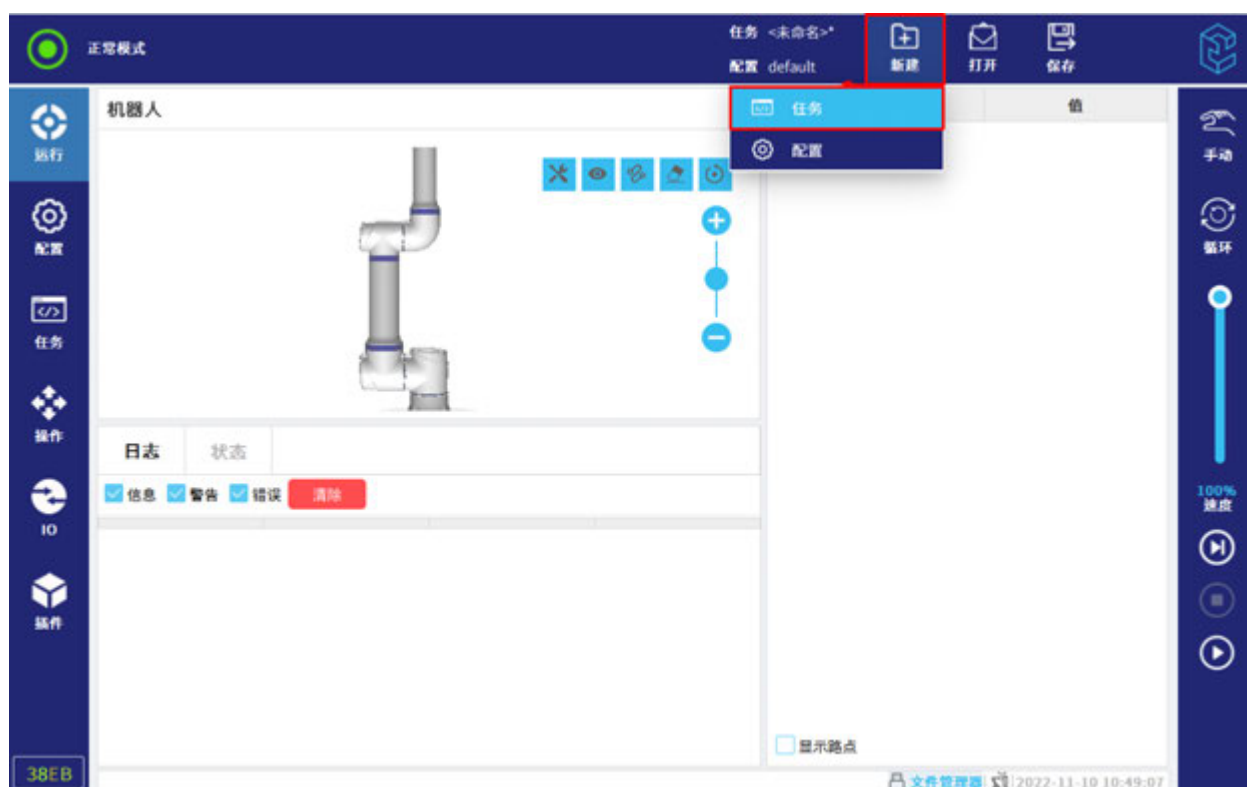

図 8-4 タスクの新規作成
1. タスクと構成マネージャに、「新規作成」をクリックして、「タスク」を選定する、図 8-4 に示す。